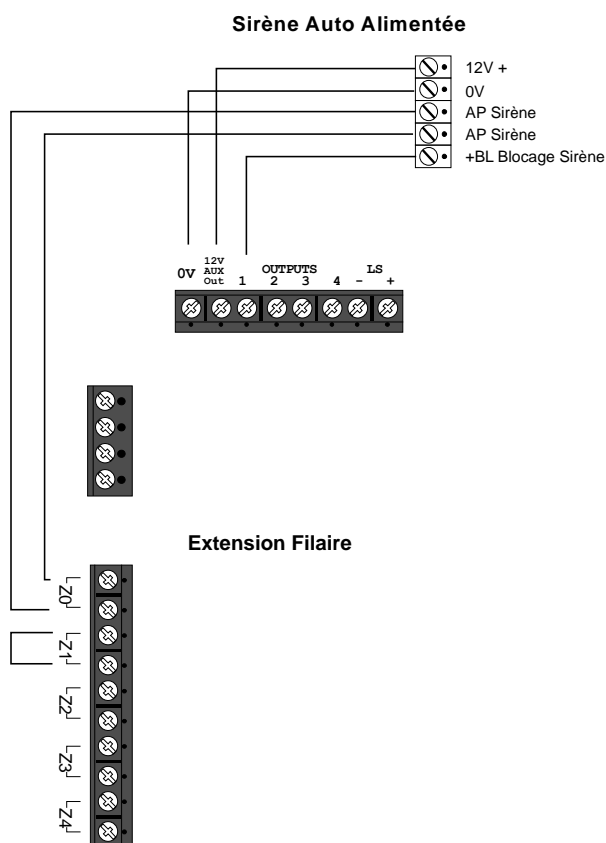

Figure 25 Câblage sirène AP NF sur extension
La figure 25 montre le câblage d'une sirène sur une extension filaire.
**Câblage sirène en NF.** Connecter l’autoprotection de la sirène sur une zone libre de l’extension, voir figure 25.